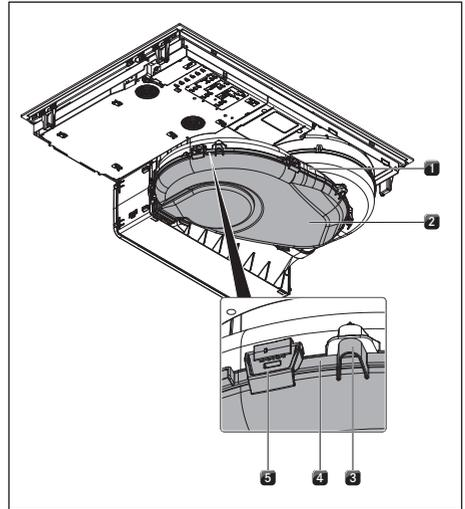

Fig. 8.4 Alloggiamento condotta aria
- ▶ Tirare all'interno dell'apertura immissione aria la valvola di sostituzione del filtro dall'apertura della cassetta del filtro (per rimuovere la valvola di sostituzione del filtro vedi fig. 8.4).